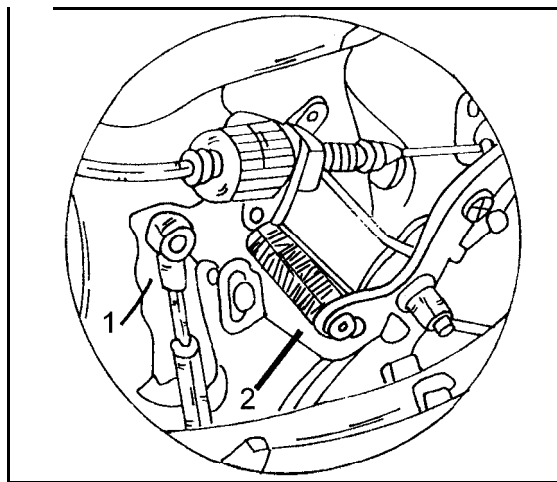

Bild 213
- Das Verbindungsgestänge der Gasbetätigung vom Regelhebel trennen. Diese ist in Bild 213 gezeigt.